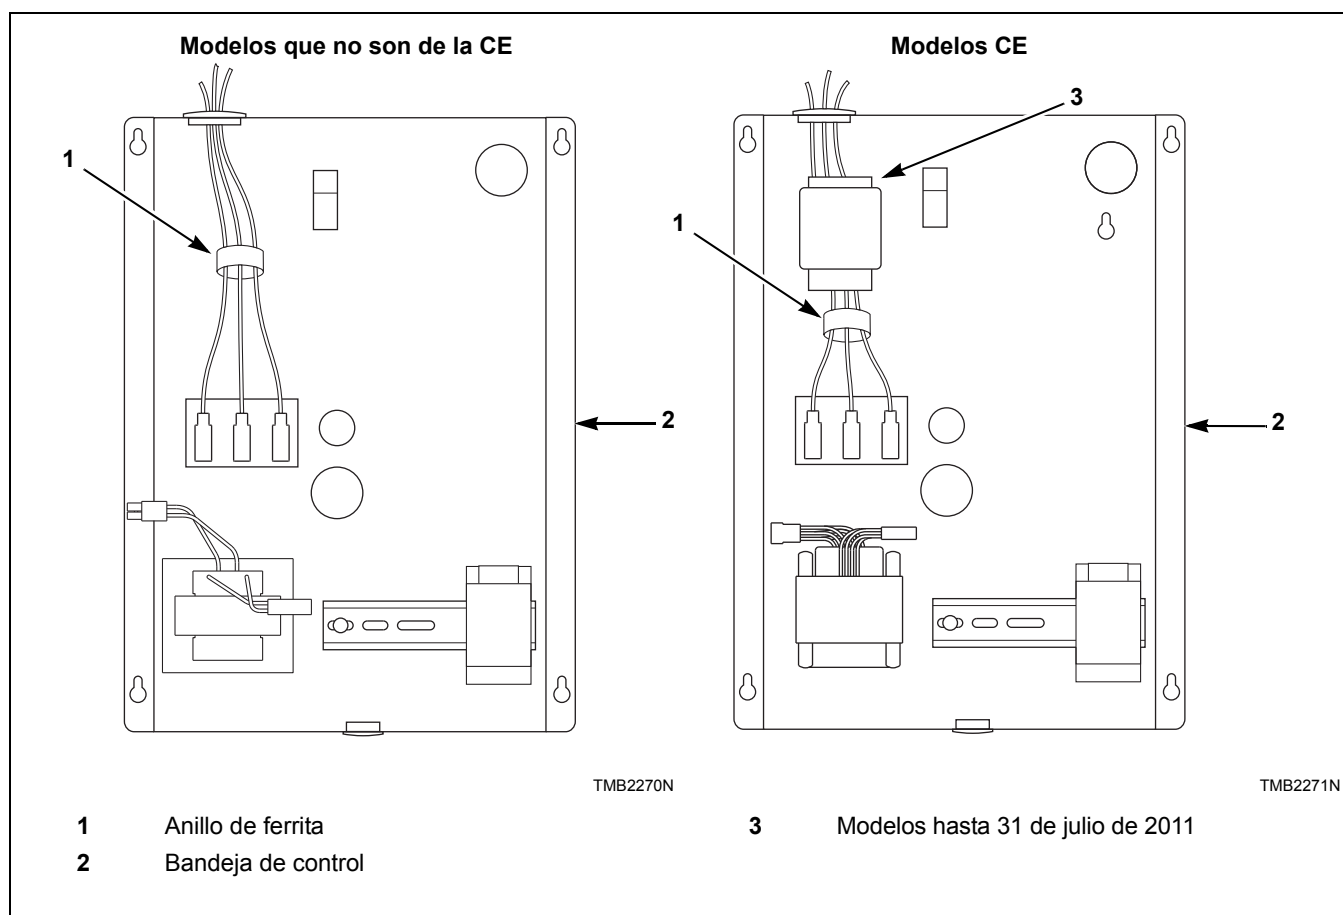

Figura 18
2. Cierre el anillo de ferrita sobre todos los cables de servicio dentro de la caja de contactores según se muestra. Es importante que el anillo de ferrita esté instalado dentro de la caja de contactores. Consulte la *Figura 18*. No instale la ferrita fuera de la caja u otra área. Asegúrese de que los cables de servicio estén en el centro de la ferrita antes de cerrar el anillo de modo que no aprisionen o dañen los cables.